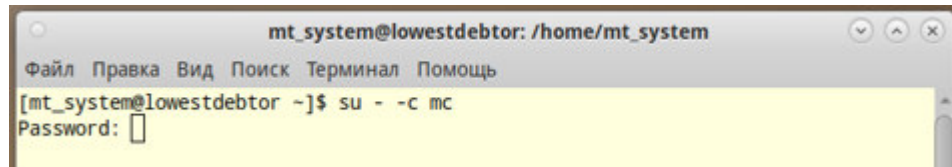

Рисунок 8
3.3.1.4 Ввести пароль пользователя с правами администратора (рисунок 8).